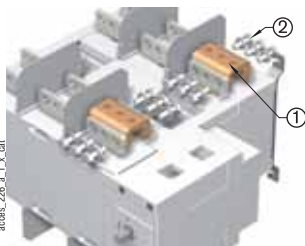
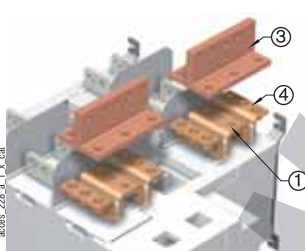

Рис. 1.
Рис. 2.
- соединение между двумя силовыми клеммами одного полюса для номинальных токов от 2000 до 3200А (рис.1 и рис.2), - верхнее или нижнее мостовое соединение (рис.3).
Верхнее или нижнее плоское соединение- рис. 1.
Верхнее или нижнее угловое соединение- рис. 2.